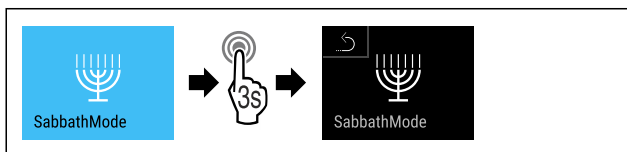

Fig. 16
- ▶ Wykonać czynności (patrz Fig. 16).